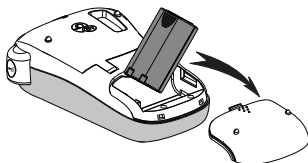

Abbildung 2
- 1 Schieben Sie die Abdeckung des Akkufachs auf und nehmen Sie sie ab. Siehe Abbildung 2.